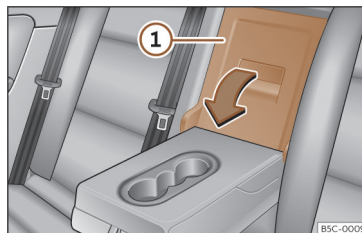

Abb. 168 An der Rückbanklehne: Öffnung der Durchladeeinrichtung.
- Ziehen Sie den Entriegelungshebel in Pfeilrichtung und schwenken Sie den Deckel der Durchladeeinrichtung >>> (Abb. 168) ① vollständig nach vorn.